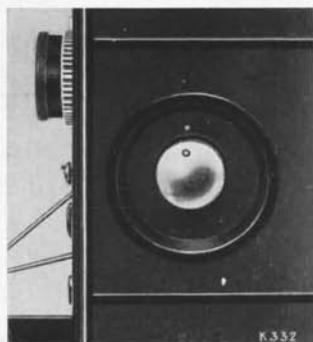

Abb. 11
**2. Triebknopf** (Abb. 11) so drehen, daß die grün einglassene Kerbe auf dem Knopf oben steht; dann sind die Greiferspitzen aus dem Filmkanal